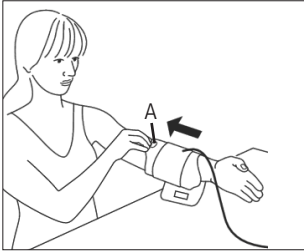

Fig. 1
- La mesure doit être effectuée sur le bras nu (sans vêtements). Dans le cas où votre brassard est complètement ouvert, introduisez l'extrémité du brassard à travers la boucle métallique, afin de créer une boucle. La fermeture auto-agrippante doit se trouver à l'extérieur. Prenez le brassard au niveau de la languette de préhension A (voir fig. 1) et glissez-le jusqu'au niveau du bras.